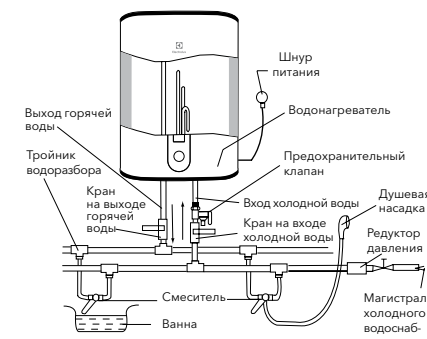

Рис. 4.
4. Если необходимо реализовать многоконтурную систему водоснабжения, используйте способ соединения (см. рис. 4).